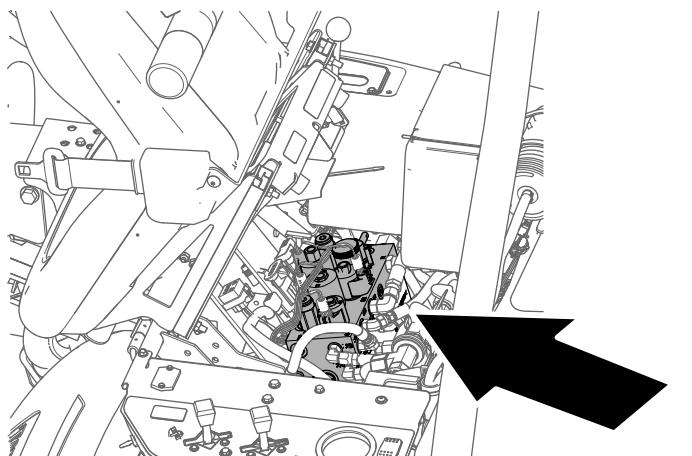

Figura 65
2. Incline o banco do operador para a frente e sustente-o com a barra de apoio (Figura 65).